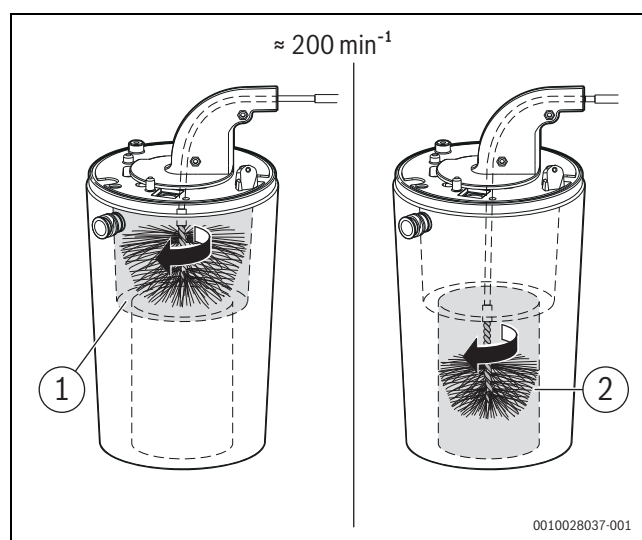

Bild 64 Wärmeblock reinigen (ca. 200 min^{-1} , nur Rechtslauf)
- Mit kleiner Bürste für den unteren Bereich wiederholen (→ Bild 64, [2]).